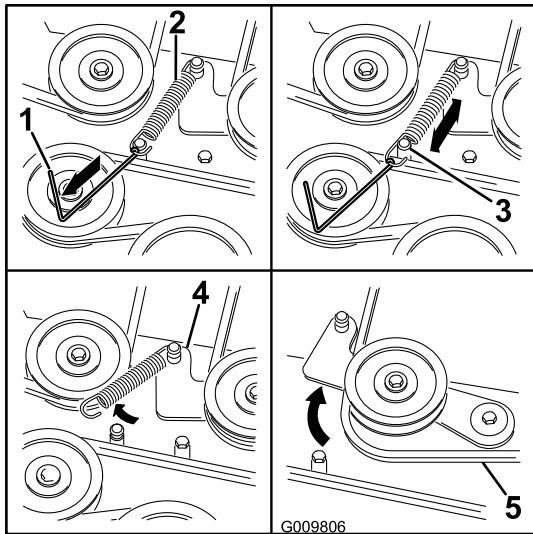

Figure 67
- 5. À l'aide d'un outil de dépose de ressort (réf. Toro 92-5771), décrochez le ressort de l'ergot sur le tablier pour éliminer la tension sur la poulie de tension (Figure 67).
8. Acheminez la courroie neuve autour des poulies du tablier de coupe et de la poulie d'embrayage, sous le moteur (Figure 67).
9. À l'aide d'un outil de dépose de ressort (réf. Toro 92-5771), accrochez le ressort à l'ergot situé sur le tablier, ce qui a pour effet d'exercer une tension sur la poulie de tension et la courroie du tablier de coupe (Figure 67).